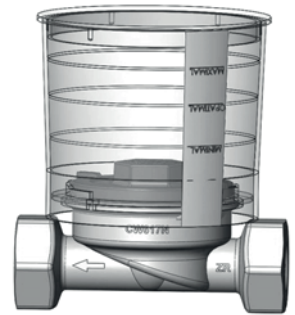
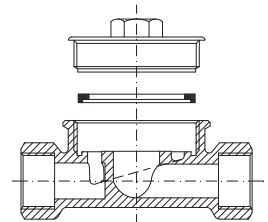

Abb. 1
Abb. 2
- 7.2. UPT werden mit eingelegtem Dichtring und eingeschraubtem Deckel ausgeliefert (siehe Abb. 1). Bei UPT mit Gewindeanschluss weiter mit Ziff. 7.3. Bei UPT mit Lötanschluss: Einputzhilfe, Deckel und Dichtring entfernen. Anschlüsse löten und abkühlen lassen. L-Dichtring ins UPT unterhalb des Kopfgewindes in die dafür vorgesehene Nut einlegen, den Deckel sorgfältig dichtschauben und Einputzhaube montieren (siehe Abb. 2).